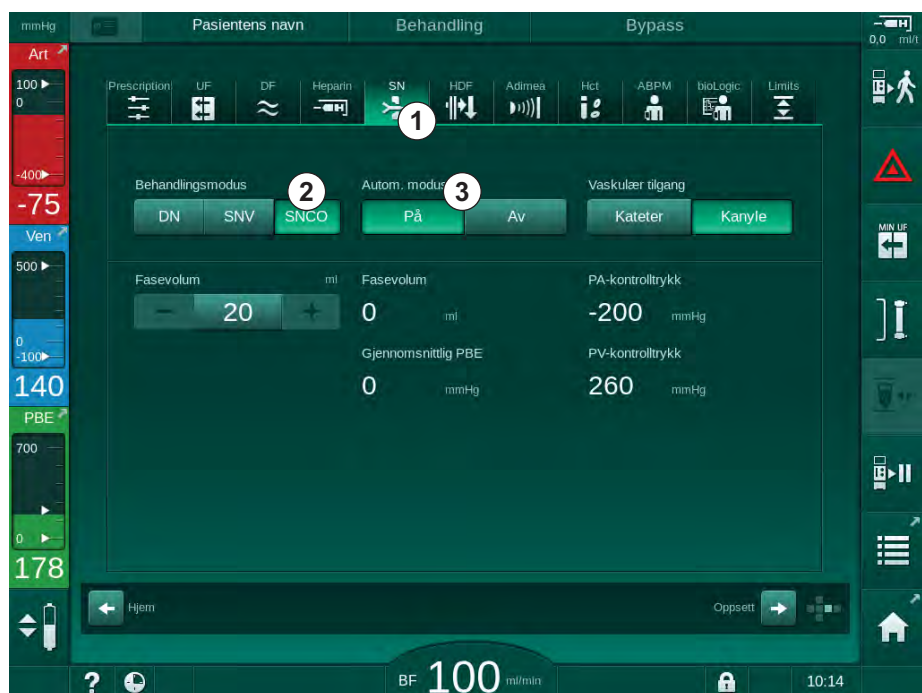

Fig. 9-1 Skifter til Single-Needle Cross-Over-behandling
2. Berør *SN*-ikonet (Fig. 9-1, ①).